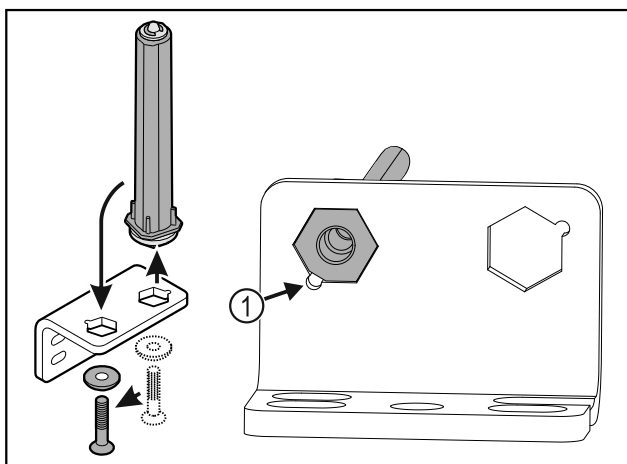

Fig. 38
- ▶ Bëni kujdes që gjatë vendosjes, e prera e kokës së bulonit Fig. 38 (1) të jetë e drejtuar nga vrima e rumbullakët.